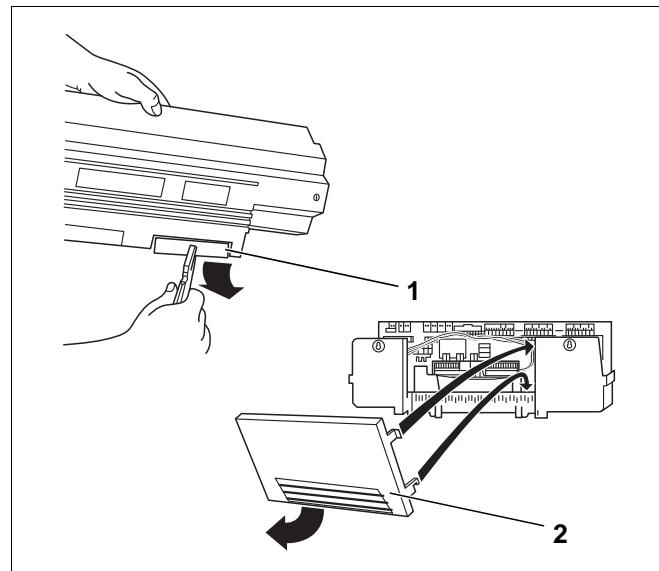

Рис. 18 Подготовка кабельного прохода
- При необходимости выломайте заглушку (рис. 18, **поз. 1**) в задней стенке кабельного прохода или снимите заднюю стенку (рис. 18, **поз. 2**).